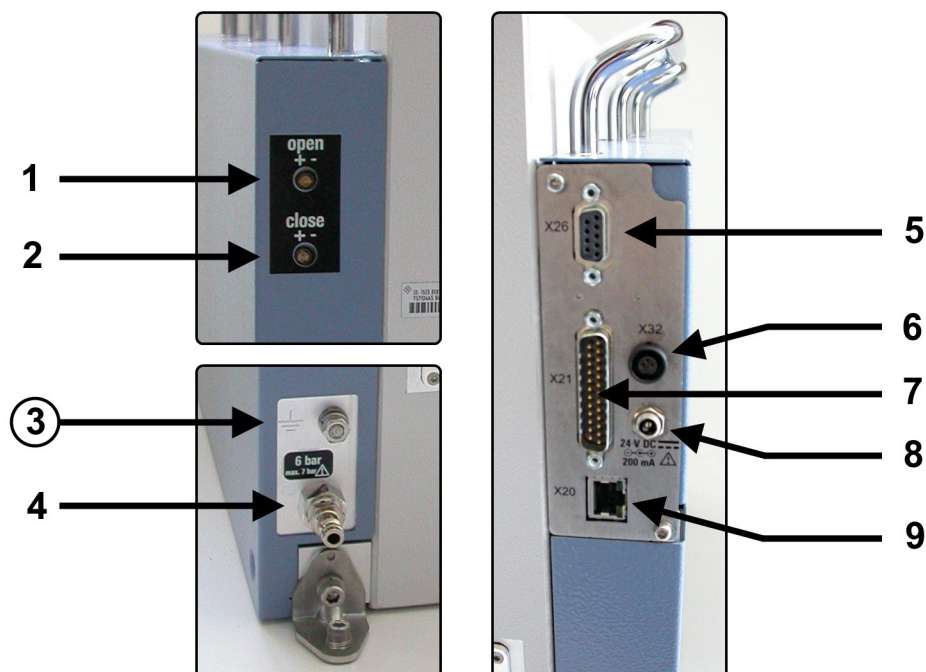

图 6-9: R&S TS7124AS 后端左右侧的电源和控制连接器与控制螺钉详细视图
速接插头 KS3-1/8-A（图 6-9 中标号 4）与附加的推挽式适配器一起提供，可用于直径为 6 mm 的压缩空气挠性管。
2. 如要通过串行端口远程控制屏蔽箱门，请将控制系统的 RS-232 电缆连接至 9 针 D-Sub 连接器（请参阅图 6-9 中的 [X26] 连接器）。
3. 如要通过以太网远程控制屏蔽箱门，请将控制系统的 LAN 电缆连接至 RJ45 连接器（请参阅图 6-9 中的 [X20] 连接器）。